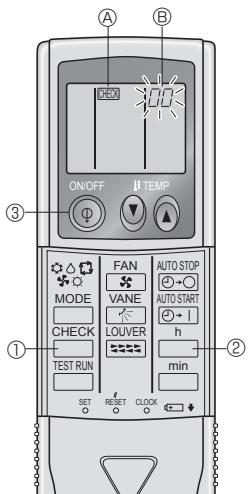

Fig. 7-6
7.3.2. Για το τηλεχειριστήριο (Fig. 7-6)
- ① Τροφοδοτήστε με ρεύμα τη μονάδα.
- ② Πατήστε δύο φορές το κουμπί **CHECK** (ΕΛΕΓΧΟΣ).